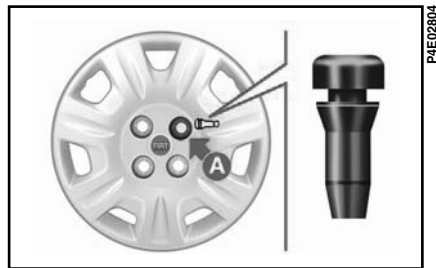

fig. 7
10) Montați capacul roții, astfel încât gaura cea mai mare **A**-fig. 7 să vină în dreptul prezonului fixat și cu atenție ca simbolul  să corespundă valvei.